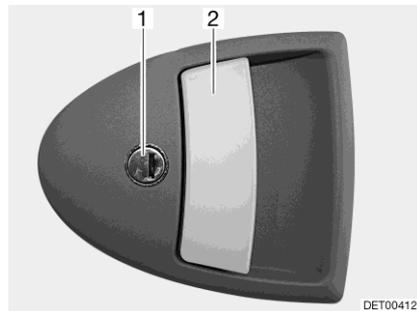

Fig. 35 Serrure de la porte (porte cellule à l'extérieur)
- Insérer la clé dans le barillet (Fig. 35,1) et la tourner jusqu'à ce que la serrure de la porte soit déverrouillée.
- Tirer sur la poignée de la porte (Fig. 35,2). La porte est ouverte.
- Insérer la clé dans le barillet (Fig. 35,1) et la tourner jusqu'à ce que la serrure de la porte soit verrouillée.